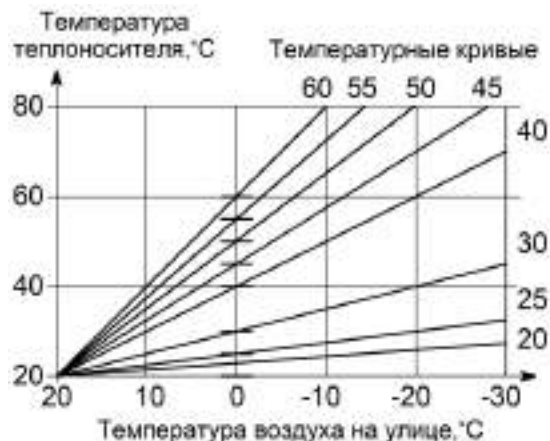

Рисунок 9. Зависимость температуры теплоносителя от температуры воздуха на улице
**10.4 «УЛИЧНЫЙ»** – режим поддержания температуры теплоносителя в зависимости от температуры воздуха на улице по одной из погодозависимых кривых (см. рис. 9). Датчик температуры воздуха (проводной или радиодатчик) устанавливается на улице. При отсутствии датчика температуры, возможно работа от данных получаемых с метеосервера (см. п. 11.1.8).
Для изменения заводской настройки нужно в соответствии с рис. 9 выбрать ту кривую, при которой в помещении станет комфортно. Если в помещении холодно - следует выбрать кривую с большим номиналом, если жарко - с меньшим. Чем больше величина теплотерьер здания, тем выше номер кривой. Изменение значения кривой ПЗУ показано на рис. 10.